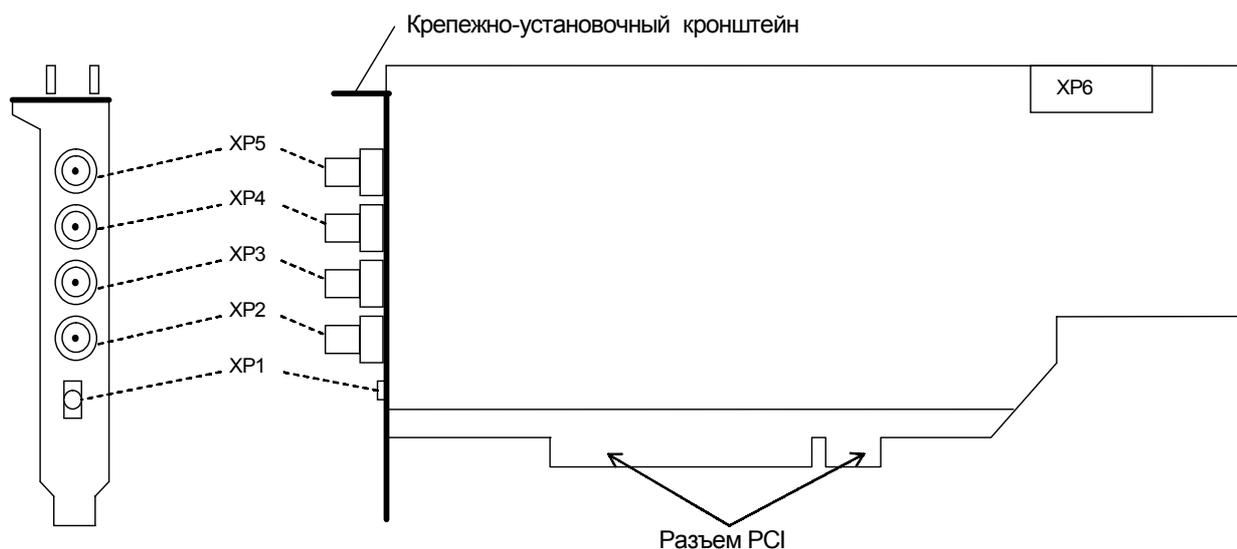

Рис. 4.1. Схема расположения разъемов.
4.2.5. Для предотвращения выхода из строя платы ЛА-н1РСІ на входные разъемы необходимо подавать сигналы с параметрами, указанными в таблице (Таблица 4. 1). Расположения разъёмов указано на рисунке (Рис. 4.1).